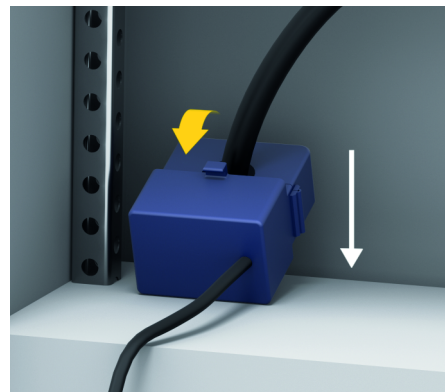

Рис. 15: Пример установки датчика тока
- ▶ Соблюдайте направление измерения датчика (Рис. 15, белая стрелка).
- ▶ Выберите место установки с прямолинейной разводкой проводки и соблюдайте направление измерения (**стрелка направлена к потребителю**) (Рис. 15, белая стрелка).
- ▶ Подведите проводку к датчику тока и закройте колпачок датчика тока (Рис. 15, желтая стрелка).